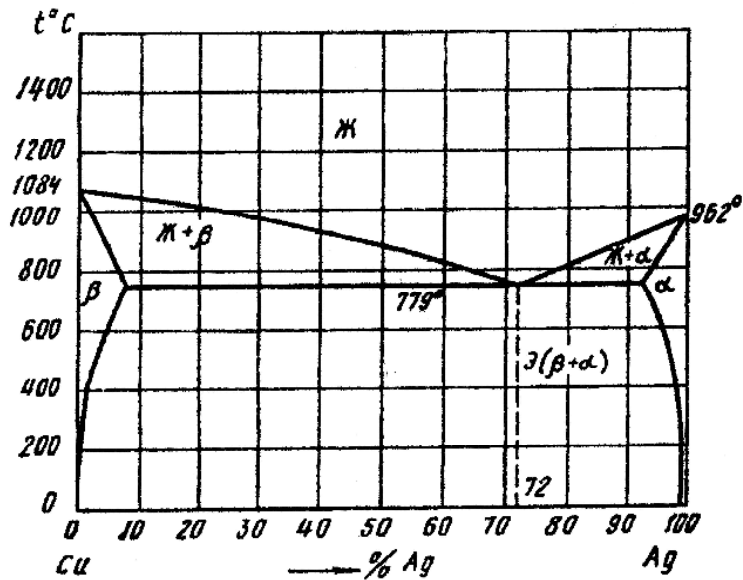

Рис. 3. Диаграмма состояния медь – серебро (Cu – Ag)
2. Вычертите диаграмму состояния системы медь - серебро, опишите взаимодействие компонентов в жидком и твёрдом состояниях, укажите структурные составляющие, во всех областях диаграммы состояния и объясните характер изменения свойств в данной системе с помощью правила Курнакова (рис.3).